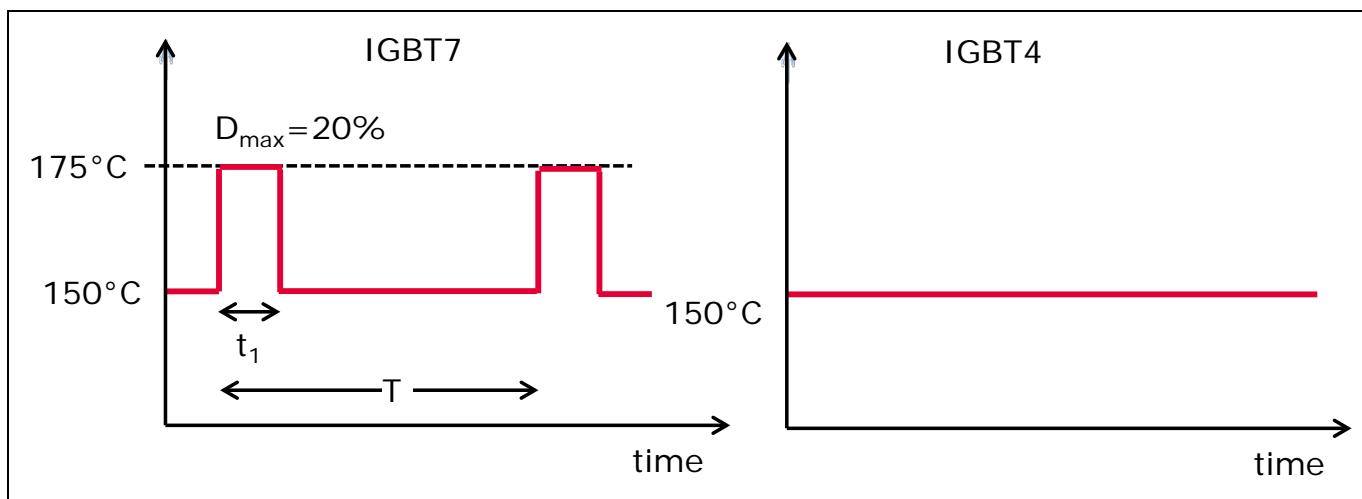
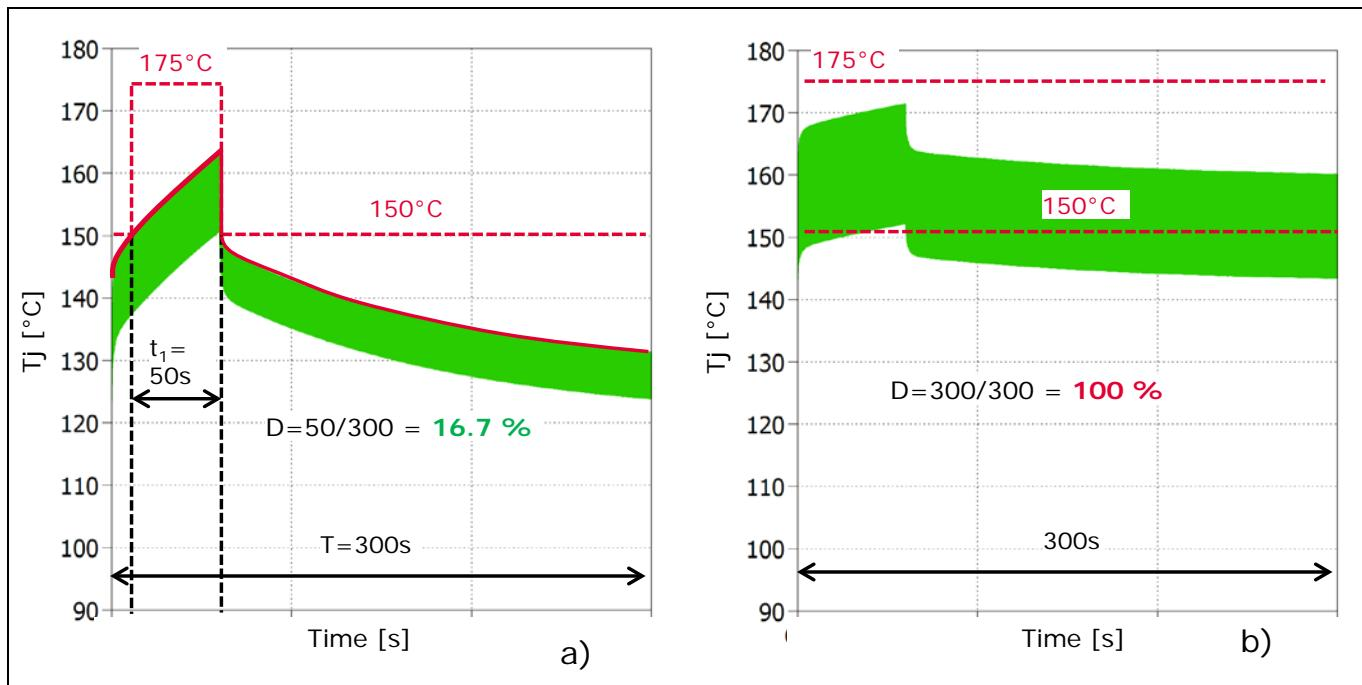

Figure 8 IGBT7 および IGBT4 向け最大オペレーションジャンクション温度の定義
Figure 9 175°Cのジャンクション温度動作が a)許容されるケース、b)許容されないケース
Figure 8 に IGBT7 のスイッチング条件下での許容オペレーションジャンクション温度の定義を示します。通常動作時の最高ジャンクション温度は 150°C です。過負荷条件下では継続時間 $t_1=60$ 秒の間、最大ジャンクション温度は $T_{vjop}=150^\circ\text{C}$ 超～ $T_{vjop}=175^\circ\text{C}$ まで許容されます。 T_{vjop} が 150°C を超える過負荷継続時間は、負荷サイクル時間 (T) の 20% 以内でなければなりません (例えば T=300 秒毎に $t_1=60$ 秒)。最高 $T_{vjop}=150^\circ\text{C}$ と比べ、拡張したジャンクション温度性能を使うことで高電力密度だけではなく、より高いヒートシンク温度が可能となります。
Figure 8 に示す最大温度定義は、基本出力周波数から生じる温度リップルを含む最高 T_{vjop} 限界であることを認識しておく必要があります。Figure 9 に 2 つのジャンクション温度プロファイル例を示します。Figure 9a では $t_1=50$ 秒間 T_{vjop} は 150°C を超えています。T=300 秒サイクル中、残りの部分では 150°C を下回ります。そのためデューティサイクルは 16.7% になります。最大オペレーションジャンクション温度の観点から、この状況は許容されます。もう一方の例を Figure 9b に示します。このケースでは、負荷プロファイルの周期全体にわたり、ジャンクション温度の大部分が温度 150°C を超えます。そのためこの動作は許容されません。